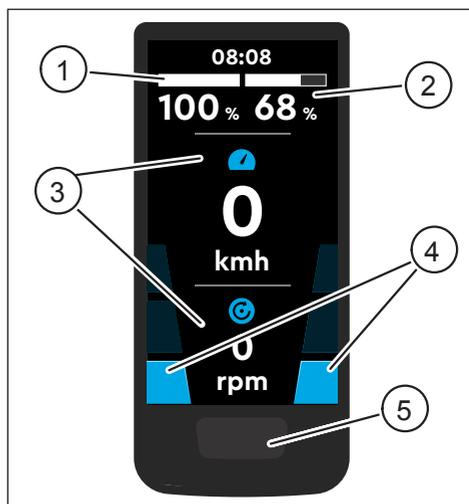
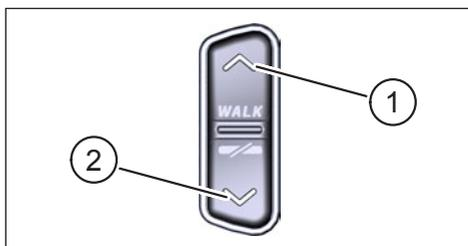

Fig. 1: Componentes de operação e indicação no visor
Fig. 2: Operação no controle remoto
Pos. in Fig. 1	Descrição
Pos. in Fig. 2	Descrição
- ▶ Pressione e mantenha pressionado o botão no Display (pos. 5 em Fig. 1) e o botão DOWN no Remote (pos. 2 em Fig. 2) por pelo menos 5 segundos.
- ▶ Com um **clique duplo** pressione o botão no Display (pos. 5 em Fig. 1) para alternar para a próxima visualização de tela.